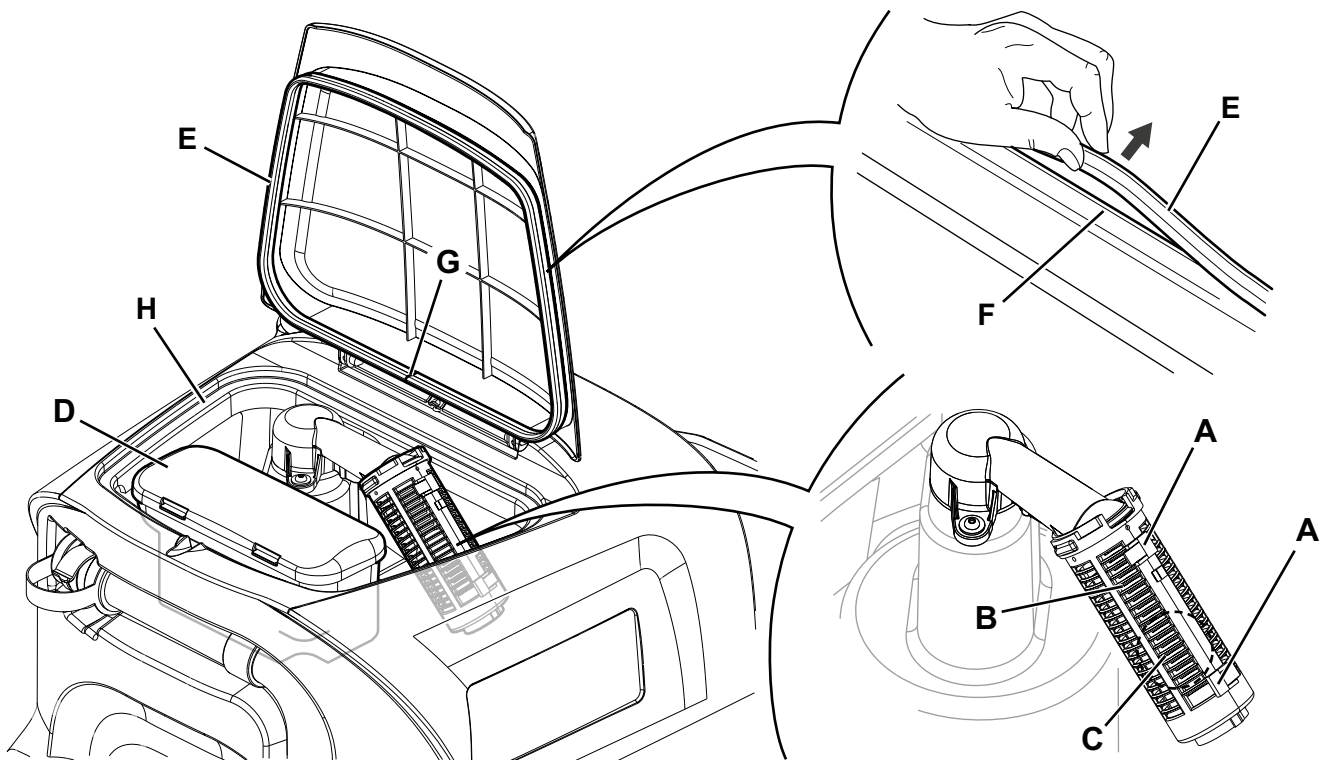

Abbildung 12
2. Sicherstellen, dass das Gerät ausgeschaltet und der Bedienerschlüssel (52) herausgezogen wurde.
3. Deckel (18) anheben.
4. Das Tankinnere (17) und den Deckel reinigen und mit sauberem Wasser waschen.
5. Durch das Ablaufrohr (26) das Wasser aus dem Tank ablassen.
6. Sauggitter (28) reinigen, Haltevorrichtungen (A, Abb. 12) lösen, Gitter (B) öffnen und Schwimmer (C) entnehmen. Sorgfältig reinigen und wieder einbauen.
7. Den Schmutzfangkorb (D) ausbauen und dessen Deckel öffnen, dann sorgfältig reinigen und wieder am Ansaugrohr anbringen.
8. Die Unversehrtheit der Deckeldichtung (E) des Tanks prüfen.